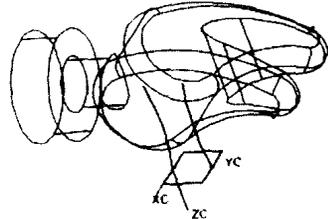

图 1-24 连接端点绘制直线
(6) 利用 Basic Curves→Line 连接两条直线端点, 生成两条直线, 如图 1-24 所示。